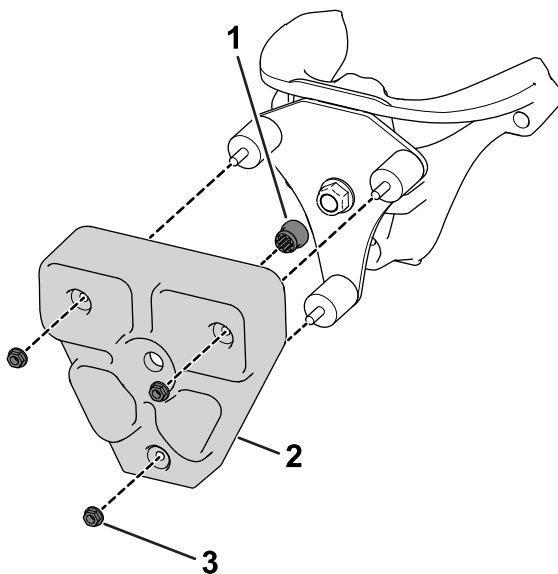

Figure 6
- 10. Insérez une bague dans la masse TMD (Figure 6).
- 11. Utilisez 3 amortisseurs de vibrations en caoutchouc et 3 écrous (5/16") pour fixer la masse TMD à la plaque de montage (Figure 6).